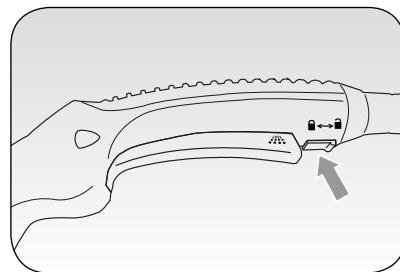

Fig. 4
Afin d'éviter le démarrage accidentel de la distribution de vapeur, il faut déplacer le curseur de blocage/déblocage vapeur (B) du bas vers le haut (↑); pour débloquer, déplacer le curseur (B) du haut vers le bas (↓) (Fig. 4).